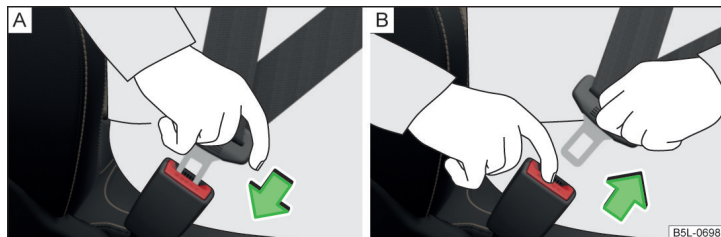

Fig. 7 Sådan spændes sikkerhedsselen. / Sådan tages sikkerhedsselen af.
- Stik låsetappen ind i den selelås, der hører til den pågældende siddeplads » Fig. 7 – [A]. Du skal kunne høre, at den går i hak.
- Tryk på den røde knap i selelåsen » Fig. 7 – [B]. Låsetappen springer ud.